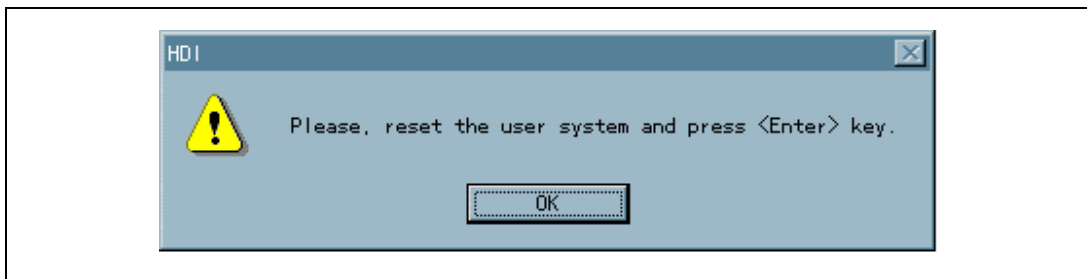

図 3.7 リセット要求ダイアログ
- PCの画面にダイアログ (図3.7参照) が表示されるので、SH7760SEのリセットスイッチ (SW1) をONにし、CPUをリセット後、「OK」ボタンをクリック又は、<Enter>キーを押してください。